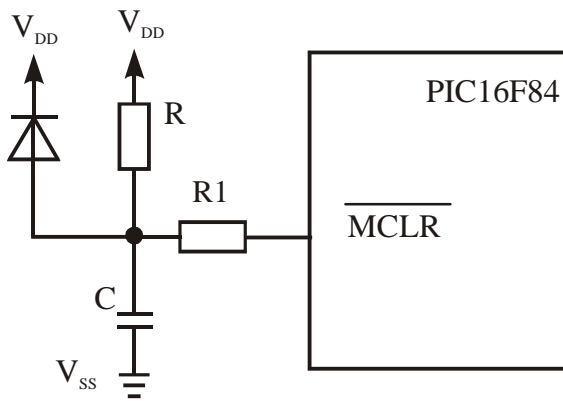

Рис. 1.17. Схема внешнего сброса
**Внешний сброс.** На рис. 1.17 приведена типовая схема внешнего сброса. Данная схема необходима, если скорость нарастания напряжения питания недостаточна (менее 0,05 В/мс) либо используется низкочастотный кварцевый резонатор. Диод D предназначен для разряда конденсатора C при выключении питания. Величина резистора R не должна превышать 40 кОм, чтобы падение напряжения на нем не превысило 0,2 В при максимальном токе утечки входа MCLR 5 мкА. При большем значении падения напряжения уровень напряжения на выводе MCLR/VPP будет недостаточен для надежного сброса. Резистор R1 может иметь значение в диапазоне от 1 до 100 кОм и предназначен для ограничения тока по выводу MCLR при перезаряде конденсатора C и импульсных помехах.